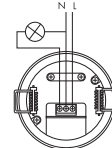

Imagen 3
- Instale el sensor en el techo usando los resortes metálicos (Imagen 3 y 4)